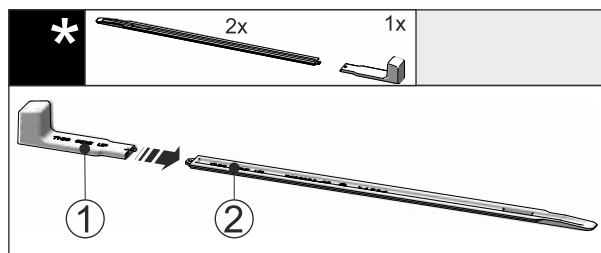

Fig. 47
- ▶ Sæt monteringsgrebet Fig. 47 (1) på nivellerings Skinnen Fig. 47 (2).